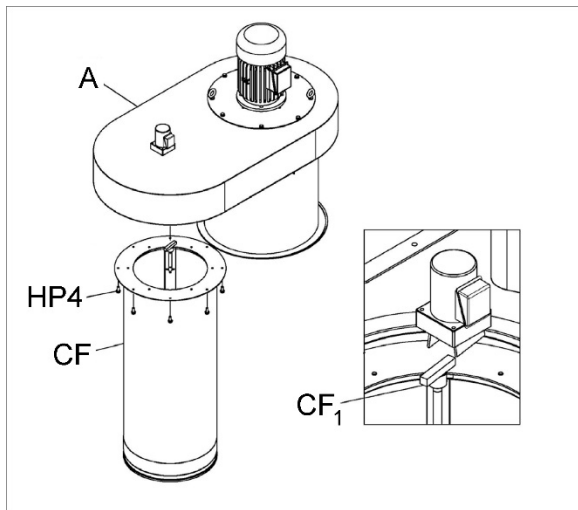

Figure 10
16. Installez le filtre du réservoir (CF, Figure 10) sur le boîtier en alignant l'extrémité de la tige (CF₁) avec la fente dans la plate-forme de réduction du moteur.